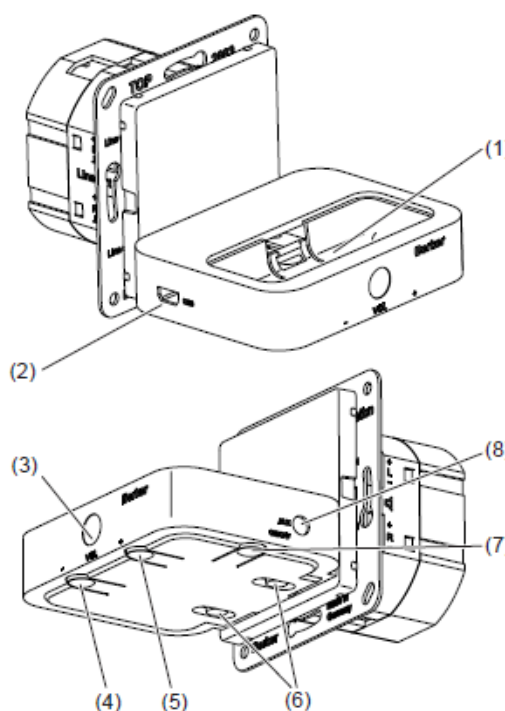

Рис.1: Док-станция
- Подключите мобильное устройство к 30-полюсному разъёму (Рис. 1, 1) док-станции. Затем включите воспроизведение аудио на мобильном устройстве.
- Вставьте 3,5 мм.- штекер аудиокабеля, подключённого к мобильному устройству, в разъем док-станции "**AUX**" (Рис. 1, 8)
- Нажмите кнопку включения **ON/OFF** (Рис. 1, 7).
После включения должен загореться светодиод индикации (Рис. 1, 3). Затем включите воспроизведение аудио на мобильном устройстве.
- Нажмите кнопку **VOL +** (Рис. 1, 5) или **VOL -** (Рис. 1, 4) с нижней стороны док-станции.
- Вставьте USB-шнур мобильного устройства в разъем mini-USB док-станции (Рис. 1, 2).